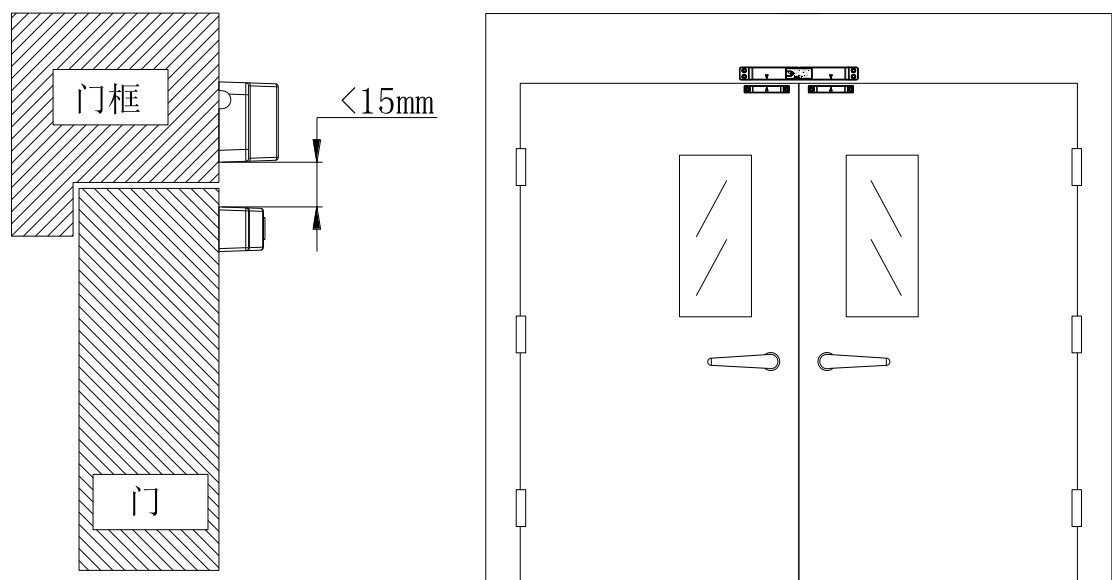

图 2 安装示意图
3. 门磁开关安装于门框和门平齐的一面，门磁开关安装于门框中间，磁体分别安装于两扇门的上角处，并且门磁开关上的三角箭头与磁体上的三角箭头对齐。门磁开关与磁体间隔小于 15mm，间隔越小灵敏度越高。安装示意图如图 2 所示。